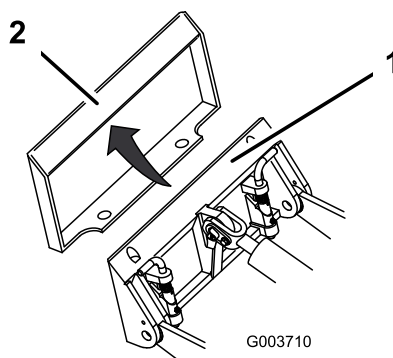

Figura 16
4. Posizionate la piastra di montaggio sul bordo superiore della piastra ricevente dell'attrezzo (Figura 16).